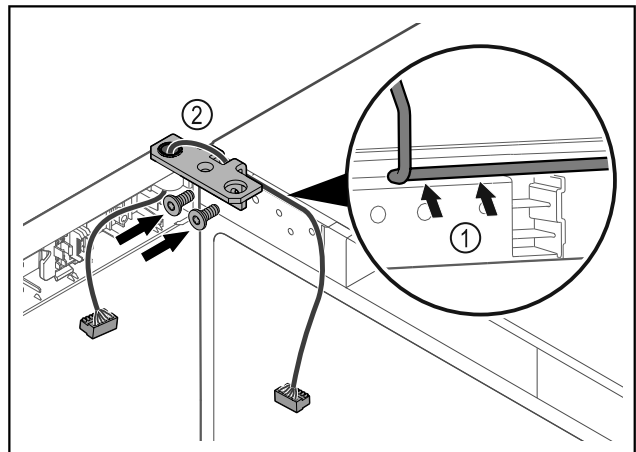

Fig. 38
- Faire passer le câble avec précaution par le trou de l'équerre de charnière Fig. 38 (1).
- Visser l'équerre de charnière Fig. 38 (2).